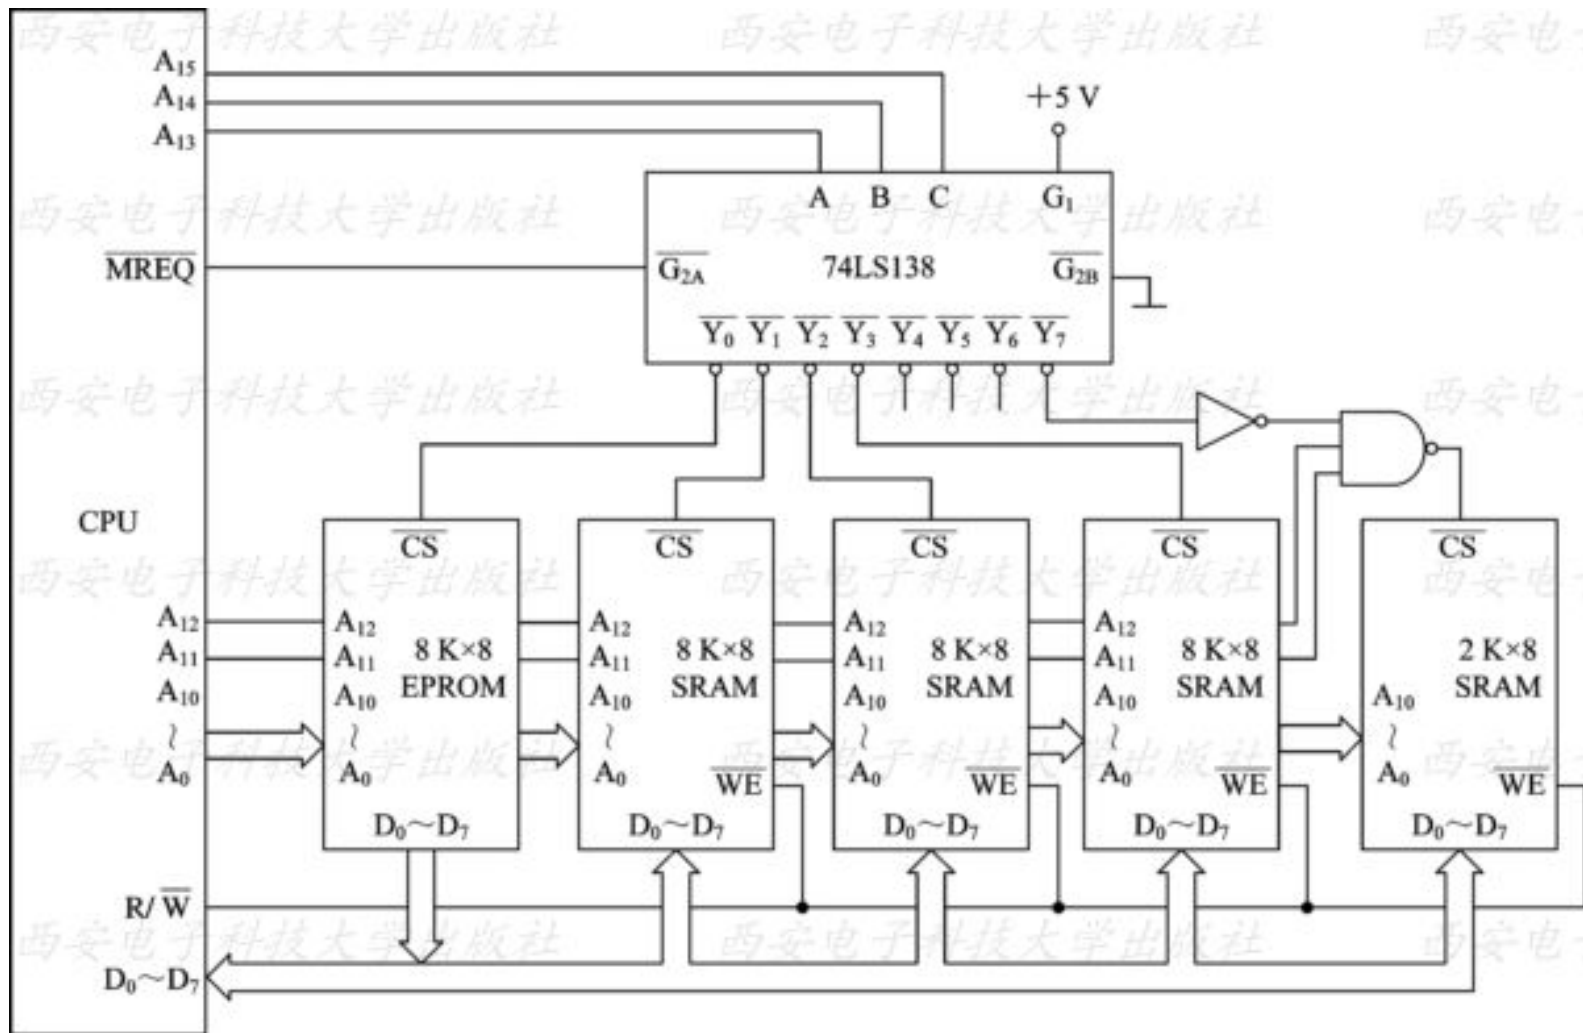

图3.15 主存储器与CPU的连接图
(3) 画出主存储器与CPU的连接图，具体如图3.15所示。